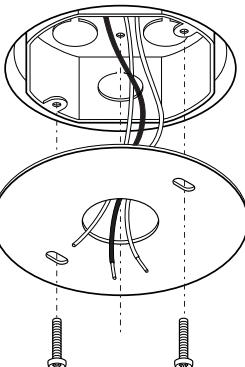

Figure 2
- To install on a drywall ceiling, align the junction box cover plate over junction box, feed the supply and ground wires through the center hole and use the 2 #8x1" screws, to secure the plate to junction box. See Figure 2.
- Pour installer à un plafond de gypse, aligner le couvercle de la boîte de jonction sur la boîte de jonction, passer les fils conducteurs et de mise à terre par le trou central et fixer à l'aide des 2 vis #8x1 po boîte de jonction. Voir la fig.2.